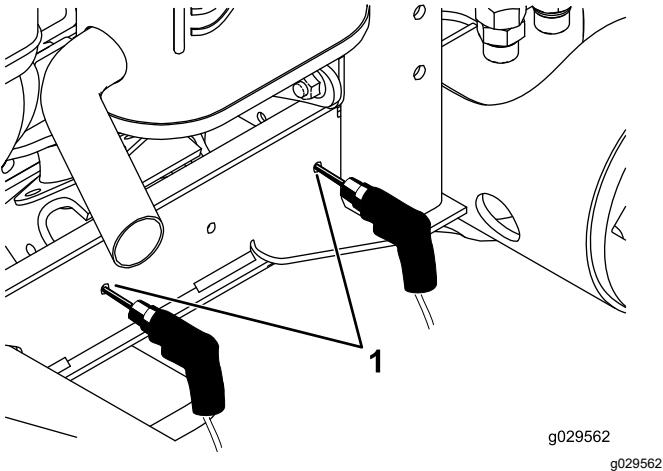

Bild 20
10. 8Bohren Sie an den im 2. Schritt markierten Stellen 2 Löcher (Durchmesser: 7,137 mm) durch den Rahmenkanal (Bild Bild 20).